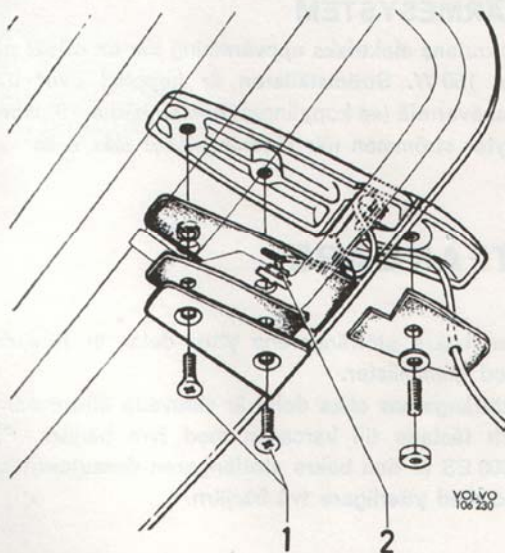

Bild 8—6. Gångjärn för baklucka isärtaget 1800 ES
1. Skruva ut skruvarna (6 bild 8—7).
2. Lossa centrumskraven (2) och tryck upp låscylindern med skruven. Ta loss låscylinder och centrumskrav.
3. Vrid låsklacken (8) ett kvarts varv och ta loss låsklack (8) och låsvred (3).
4. Skruva loss muttern (4) helt med hjälp av en vinkelböjd låsringstång och lyft sedan bort handtaget (5) och bakstycket (7).